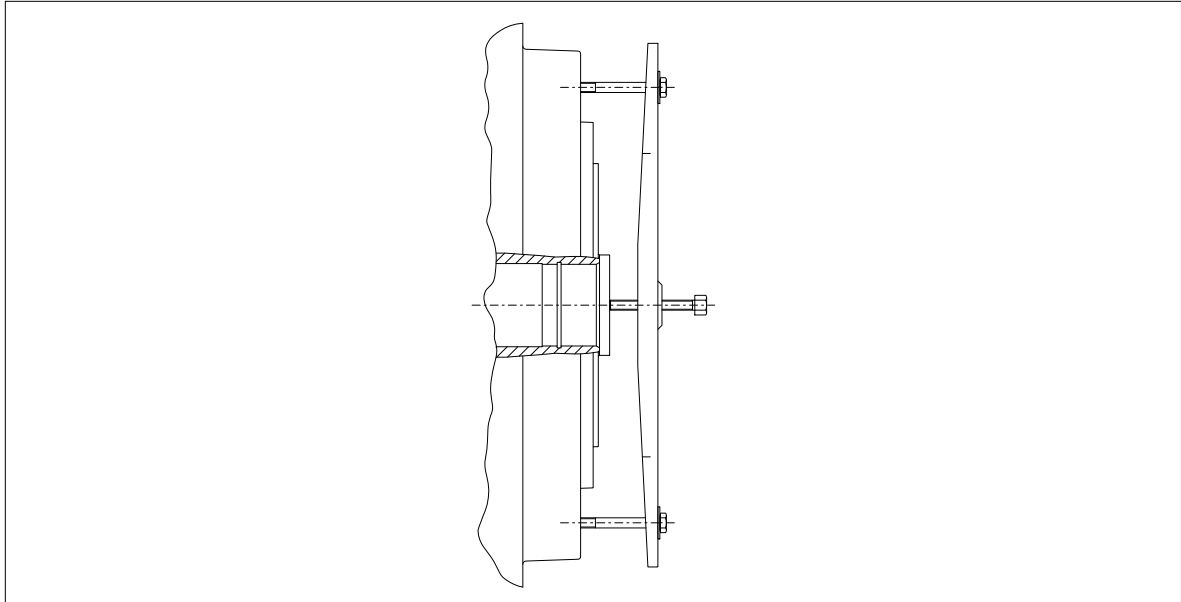

Figura 14: Tipi di giunto
Per l'estrazione della coppa e del coperchio viene applicato un mandrino di pressione con ponte e vite di trazione, come mostrato nella figura 14. La forza di pressione agisce sul lato frontale dell'albero cavo in acciaio. Le viti di trazione vengono inserite nelle filettature delle flangie (108) della coppa o del coperchio. Dopo l'estrazione della coppa e del coperchio sono accessibili le parti interne (cuscinetti volventi, anelli di tenuta dell'albero ecc.). Gli elementi di tenuta dovrebbero essere sostituiti ad ogni smontaggio del giunto.